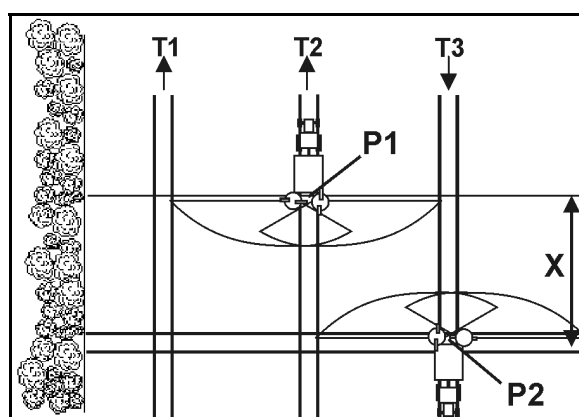

Fig. 74
- Abrir la corredera de cierre después de entrar en la calle por el punto P1 (Fig. 74), cuando los discos de dispersión se encuentren a la distancia correspondiente al tramo X con respecto a la calle de la cabecera.
- Cerrar la corredera antes de salir de la calle por el punto P2 (Fig. 74), cuando los discos de dispersión se encuentren a la altura de la primera calle de la cabecera.